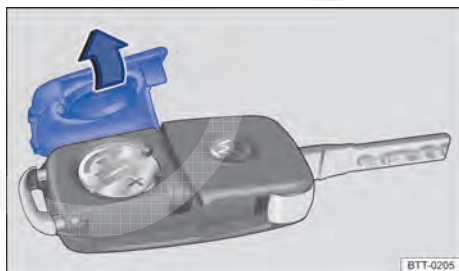

Fig. 21 Chave do veículo com comando remoto: abrir a tampa do alojamento da bateria.
A bateria encontra-se no lado posterior da chave do veículo com comando remoto, sob uma cobertura → Fig. 21.
- Retirar a cobertura no lado posterior da chave → Fig. 21 no sentido da seta → .
- Posicionar a cobertura conforme indicado → Fig. 21 e pressionar no sentido contrário ao da seta sobre a carcaça da chave do veículo até encaixar.